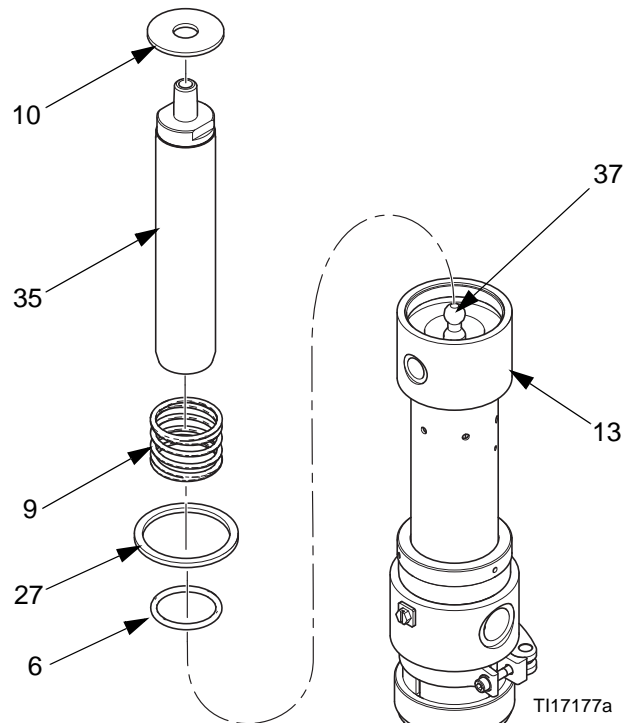

FIG. 13
- Retirez la rondelle (10), le ressort inférieur (9) et le joint (27). Examinez l'état d'usure ou de détérioration et remplacez si nécessaire. Référez-vous à la FIG. 13.
- Réinstallez le joint torique (6). Reconnectez la tige de piston (35) et la tige de connexion de la pompe (37). Référez-vous à la FIG. 13.
- Réinstallez le joint (11), le ressort (9), et la rondelle (10). Remontez le piston (38). Appliquez du produit d'étanchéité pour filetage sur les filetages de la tige de piston (35) et vissez soigneusement le piston (38) sur la tige. Référez-vous aux figures FIG. 11 et FIG. 13.